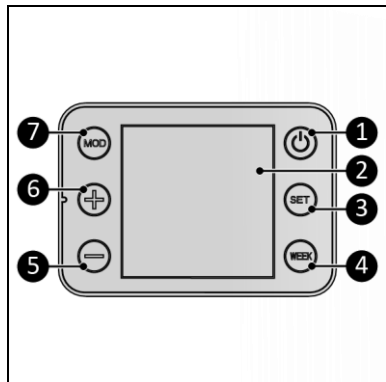

Abbildung 5
1. Drücken Sie die EIN/AUS-Taste, um das Gerät einzuschalten (Abbildung 5, Pos. 1).
- Wenn die Umgebungstemperatur innerhalb von 15 Minuten um 8° C oder mehr sinkt, wechselt das Gerät in den Standby-Modus und die Anzeige Fenster-öffnen beginnt auf der Anzeige zu blinken. Der Fenster-öffnen-Erkennungsmodus ist nur im Raummodus (R) verfügbar.
7. Drücken Sie den MOD-Schalter, um die gewünschte Funktion auszuwählen: Raum (R) oder Handtuch (T).